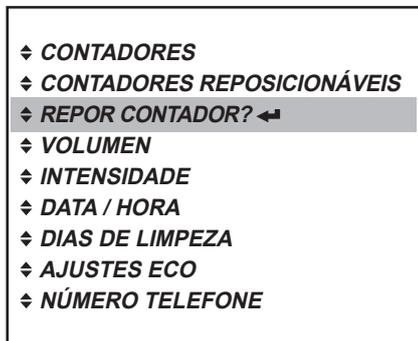

Fig. 34
- No modo de entidade exploradora, ative o menu «CONTADOR REPOSICIONÁVEL?» e pressione a tecla enter **↵**, para acessar ao mesmo. (Fig. 34)